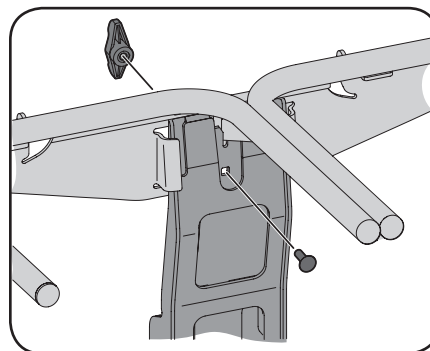

Figure 4-5
5. Fixez le support des sacs collecteurs au support vertical avec un boulon de carrosserie (710-0276) et un écrou papillon (720-04122). Voir Figure 4-5.